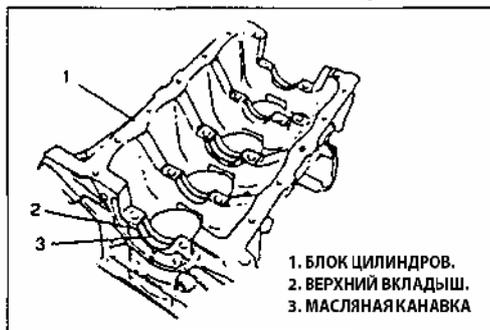

Рис. 153
- На верхнем вкладыше находится масляная канавка (как показано на рисунке (Рис. 153)).